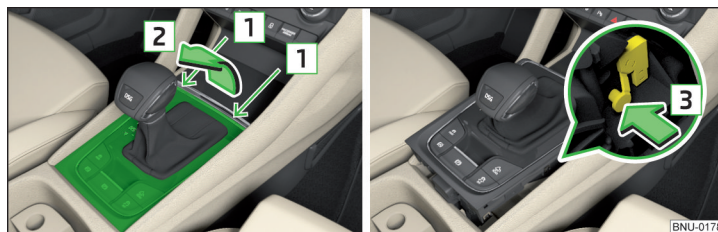

Fig. 327 Scoaterea capacului / deblocarea selectorului de viteze
- › Introduceți o șurubelniță dreaptă sau o sculă similară în fantă, în zona săgeților **1** » fig. 327 și desprindeți cu atenție capacul în sensul săgeții **2**.